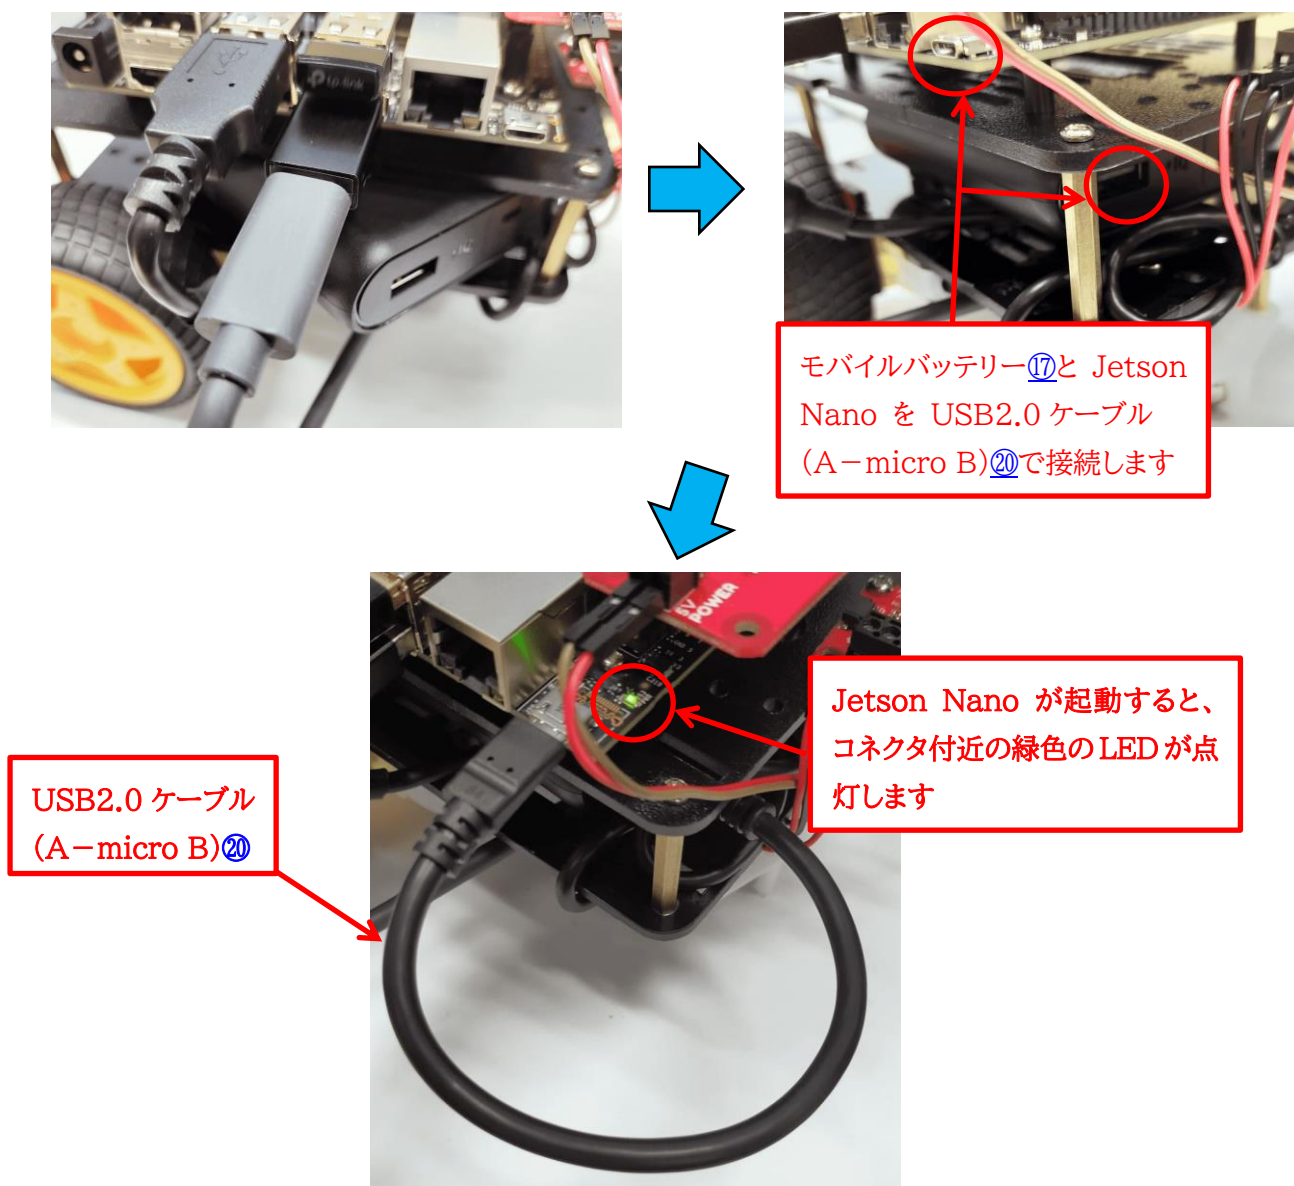
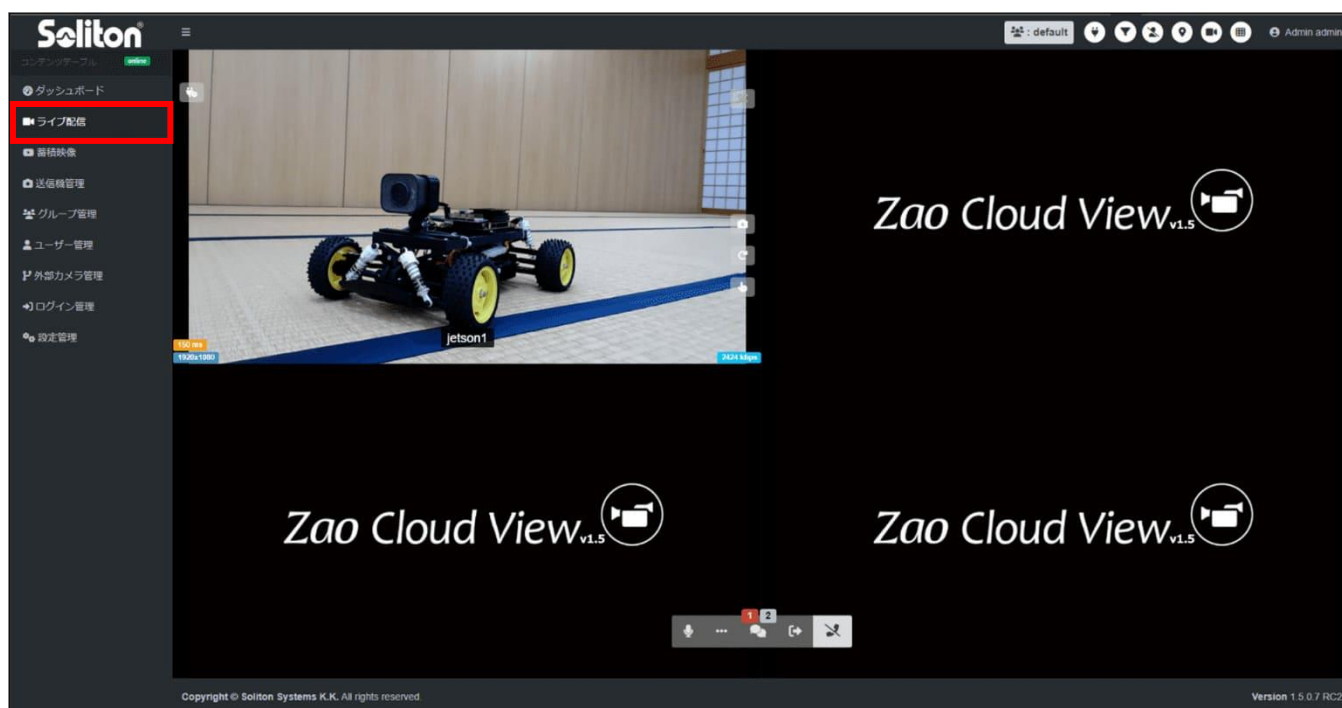

図 2-22 モバイルバッテリーの接続
図 3-4 ライブ配信画面
モバイルバッテリー⑰を上部プレートと下部プレートの間のおきます。モバイルバッテリーをmicroUSB ケーブル⑳で、図 2-22 のように Jetson Nano と接続します。モバイルバッテリーが充電されていれば、接続時に Jetson Nano が起動します。Jetson Nano が起動するとコネクタ付近の緑色の LED が点灯します。
- ラジコンカーの Jetson Nano の電源を On した後(Jetson Nano の電源 On については、図 2-22 を参照)、Zao Cloud View のライブ配信を選択するとラジコンカーから送信された映像が図 3-4 のように表示されます。
2. 図 2-22 のようにモバイルバッテリーを接続して、ラジコンカーの電源を On し、ライブ配信を開始します。
1. 図 2-22 で説明しているモバイルバッテリーと Jetson Nano の接続を外して電源を Off にします。
3. モバイルバッテリーと Jetson Nano を再度、図 2-22 のように接続して電源を On にします。